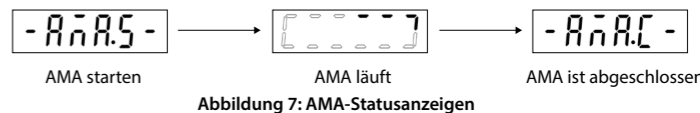

Abbildung 7: AMA-Statusanzeigen
- Stellen Sie [1] Komplette AMA aktivieren oder [2] Reduzierte AMA aktivieren für Parameter P 4.2.1.3 AMA-Modus ein. Im Hauptdisplay wird AMA starten angezeigt, siehe Abbildung 7.